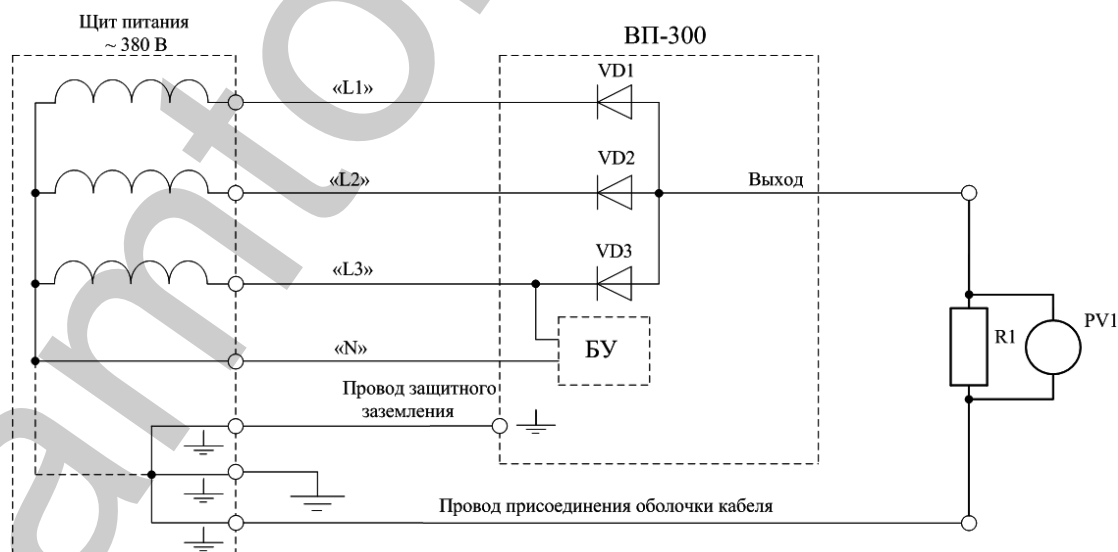

Рисунок 7 Схема соединений при определении погрешности измерения испытательного тока Преобразователя
4.4.1.1 Собрать схему, приведенную ниже (см. рисунок 7).